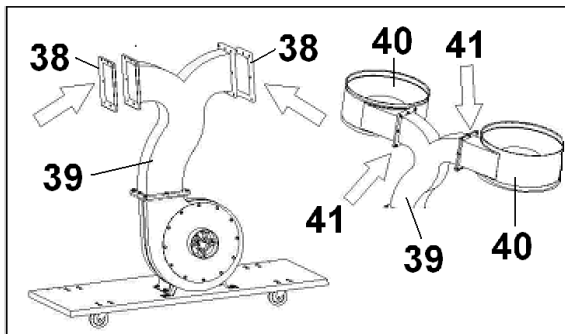

Fig 17
- Placez les joints (38) sur chacune des sorties du connecteur (39) (Fig 17).
- Avec l'aide d'une tierce personne, placez les collecteurs (40) sur les sorties du connecteur (39) en positionnant bien les joints (38), puis fixez-les avec pour chacun 6 ensembles vis hexagonale/rondelles/écrou (41).